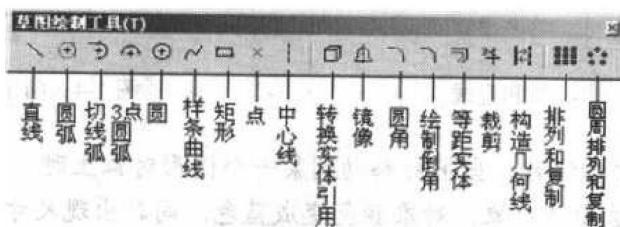

图 1-1 草图绘制工具 (T)
- (1) 单击草图绘制工具栏上的草图绘制 \square ，或从菜单栏中选择【插入】|【草图绘制】。
- (2) 出现一个“绘制草图工具”工具栏（如图 1-1 所示），同时将“基准面 1”作为默认基准面。